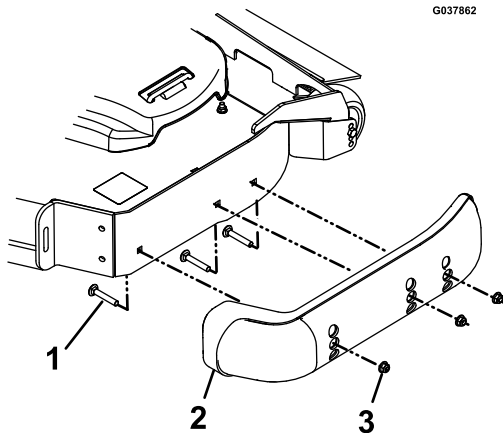

Figura 32
4. Retire los pernos y las tuercas de cada parachoques (Figura 32).